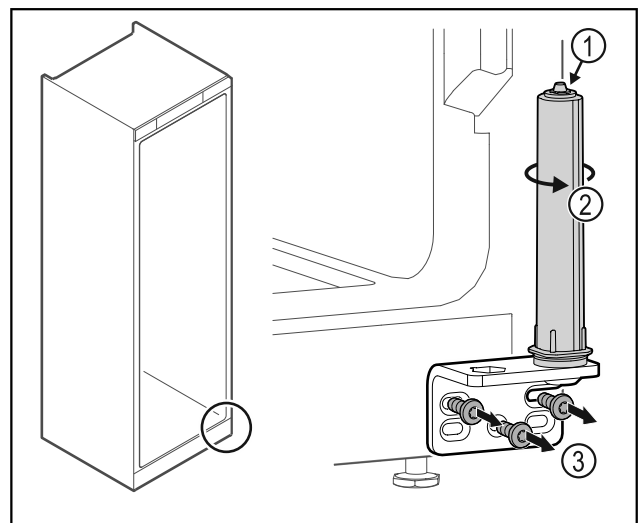

Fig. 32
- ▶ Türschließsystem nicht zerlegen Fig. 32 (1).
- ▶ Schließsystem Fig. 32 (2) drehen, bis es klickt.
- ▶ Scharnierwinkel Fig. 32 (3) abschrauben.